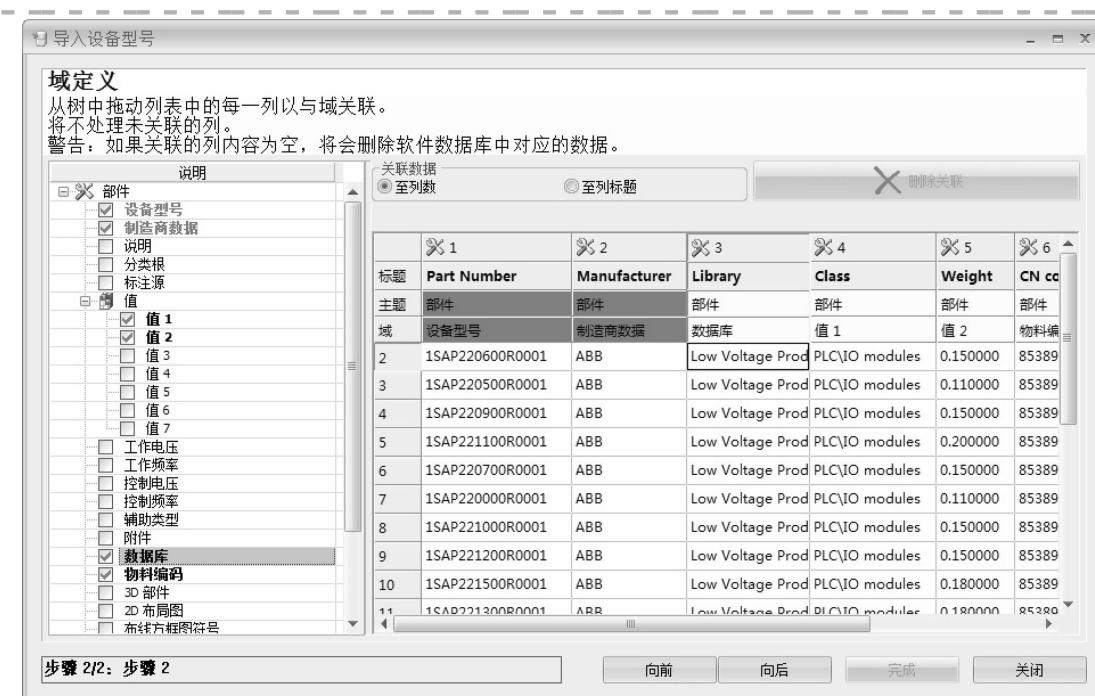

图 5-10 添加数据范围
- 步骤5 添加数据范围** 从文件中添加数据范围【Sheet1】，如图 5-10 所示。